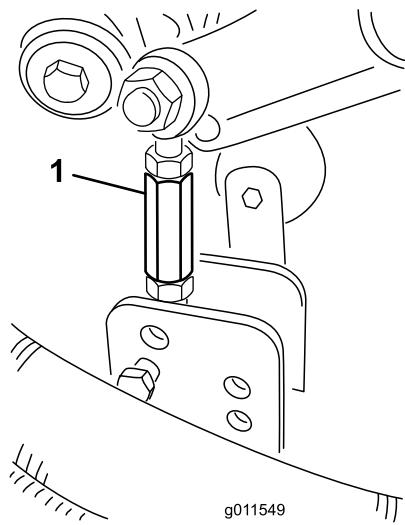
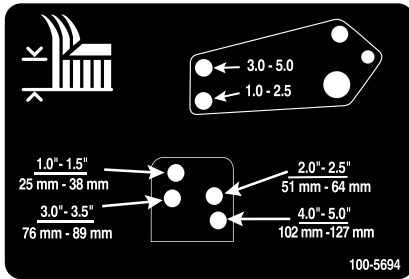

Figura 24
Figura 25
8. Retire los pasadores de horquilla y las chavetas que fijan los acoplamiento de los amortiguadores a los soportes de la unidad de corte (Figura 24). Alinee los taladros de los acoplamiento de los amortiguadores con los taladros del soporte de altura de corte en el bastidor de la unidad de corte (Figura 25), y coloque los pasadores de horquilla y las chavetas.